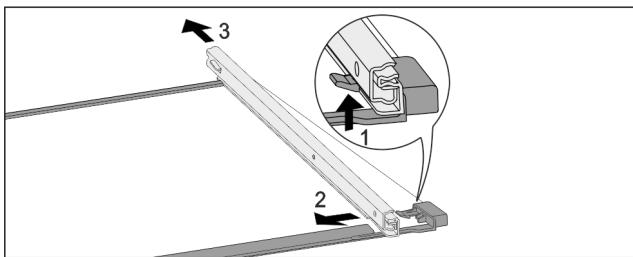

Fig. 174 Glasplatte mit Schienen
- ▶ Vorderen Rasthaken nach oben drücken. Fig. 174 (1)
- ▶ Auszugsschiene zur Seite Fig. 174 (2) und nach hinten Fig. 174 (3) wegschieben.